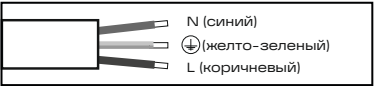

Рис. 5
- 5.15 Выполните электрическое подключение осветительного прибора согласно рис. 5